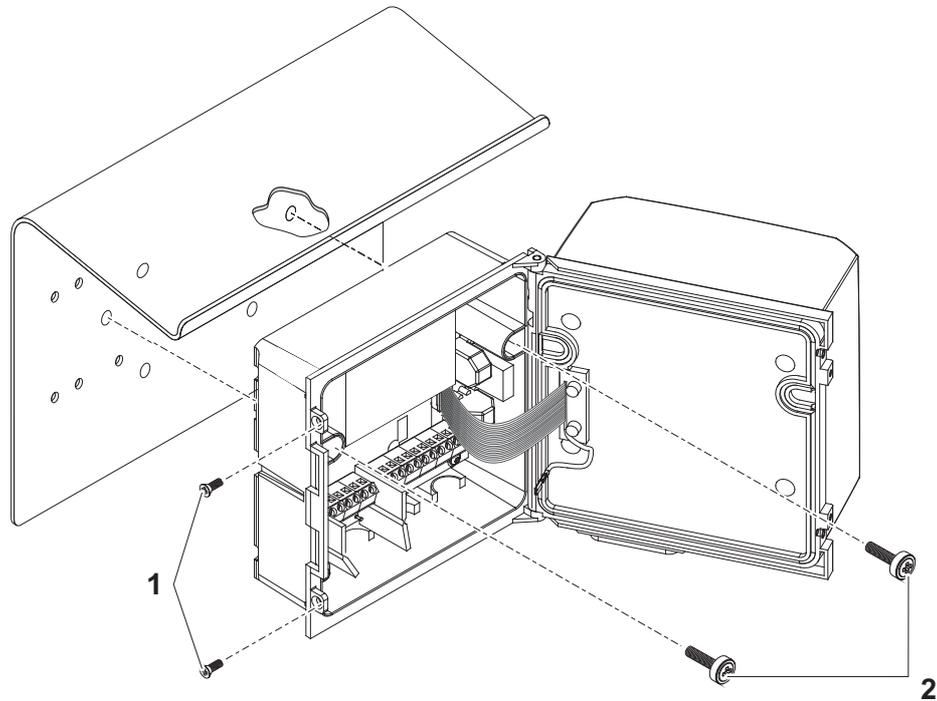

Bild 3-21 DIQ/S 281 mit Schutzdach SD/K 170 montieren
- 1 Die beiden Senkschrauben (Pos. 1 in Bild 3-21) entfernen und den Moduldeckel aufklappen.
- 2 Den Universal-Transmitter an das Schutzdach ansetzen und mit den beiden Schrauben (Pos. 2 in Bild 3-21) festschrauben.
- 3 Den Deckel schließen und mit den beiden Senkschrauben (Pos. 1 in Bild 3-21) fixieren.